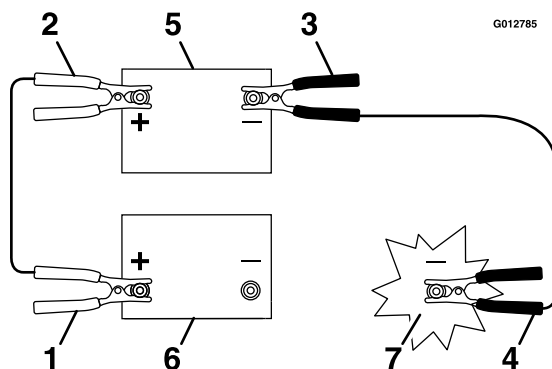

Figura 41
3. Conecte el cable positivo (+) al borne positivo (+) de la batería descargada que está conectado al motor de arranque o al solenoide, según se indica en Figura 41.